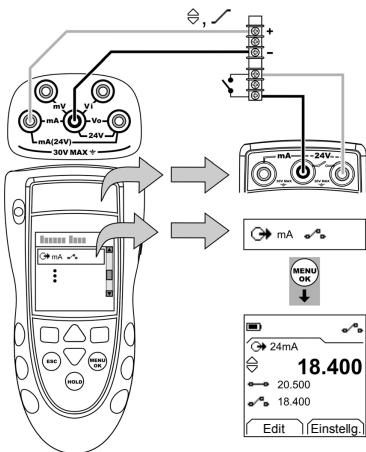

Abbildung 5: Beispielkonfiguration: Schaltertest
1. Schließen Sie das Gerät an (Abbildung 5) und ändern Sie ggf. die Option Konfig. (Tabelle 1).